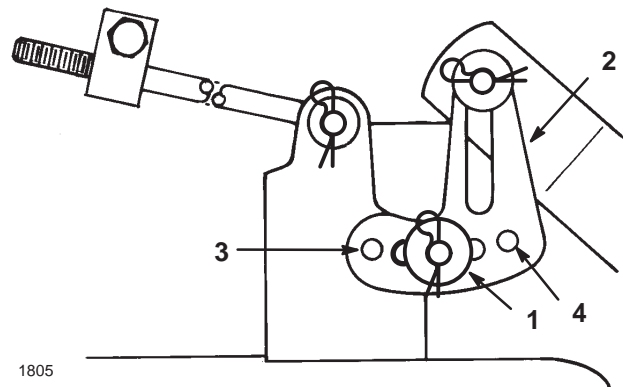

Bild 12
4. Entfernen Sie den Splint und die Scheibe von der Nivellierhalterung (Bild 12). Bringen Sie zum Nivellieren der Schnittemesser die Nivellierhalterung in einem anderen Loch an und montieren die Scheibe und den Splint wieder. (Bild 12). Durch ein vorderes Loch wird die Schnittemesserhöhe gesenkt und durch ein hinteres Loch angehoben. Stellen Sie beide Seiten bei Bedarf ein.